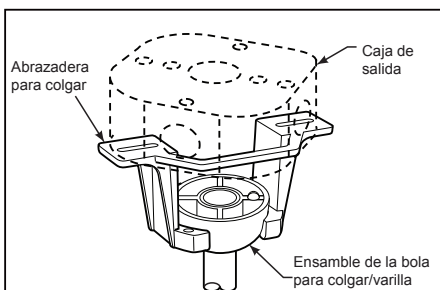

Figura 4
2. Levante cuidadosamente el ventilador y coloque el ensamble de la bola para colgar/varilla en la abrazadera para colgar que acaba de fijar a la caja de salida. Asegúrese de que la ranura de la bola esté alineada con la lengüeta de la abrazadera para colgar. (Figura 4)
3. Realice las conexiones de cables al bloque del terminal como se muestra en la Figura 4.